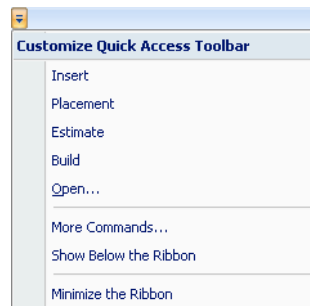

Figure 5-63 : Menu *Customize Quick Access Toolbar* (Personnaliser la barre d'outils d'accès rapide)
- Dans le menu *Customize Quick Access Toolbar* (*Personnaliser la barre d'outils d'accès rapide*) (voir la figure 5-63 à la page 48), sélectionnez **More Commands** (Plus de commandes).